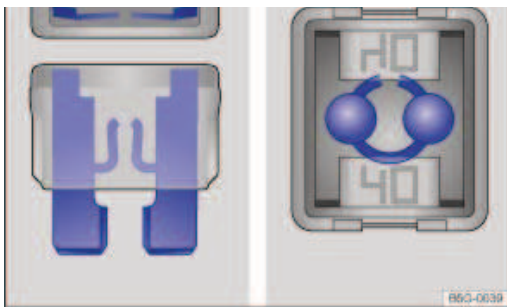

Fig. 195 Fusible grillé : , fusible enfichable plat, fusible-bloc
- Un *fusible enfichable plat* (ATO®, MINI®) grillé est reconnaissable à la bande de métal fondue visible par le haut et le côté du boîtier transparent ⇒ Fig. 195 **A**.
- Lorsqu'un *fusible-bloc* (JCASE®) est grillé, la bande de métal fondue est visible par le haut à travers le boîtier transparent ⇒ Fig. 195 **B**.